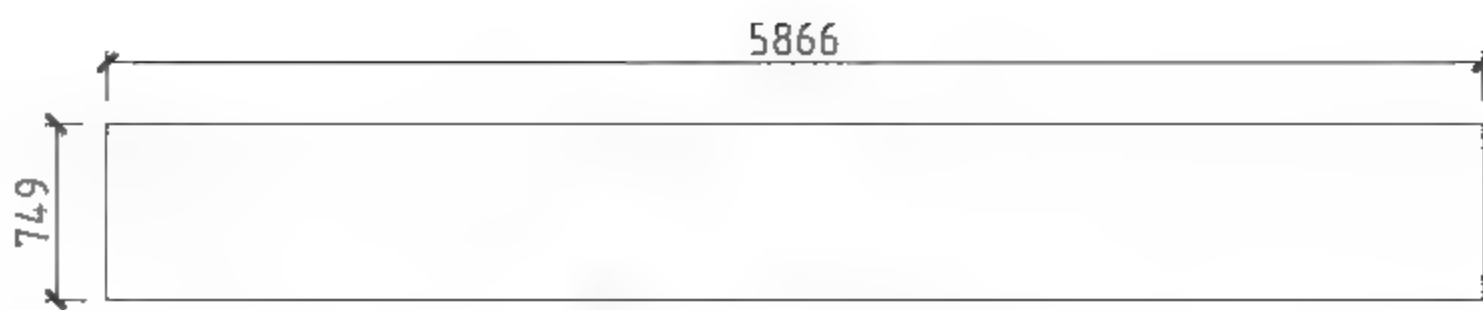

图10-5 绘制矩形
**01** 调用REC【矩形】命令，绘制尺寸为749×5866的矩形以表示线路图形，如图10-5所示。